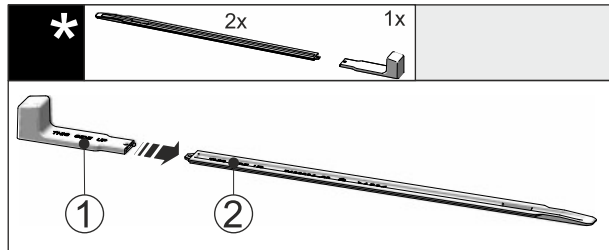

Fig. 45
- Įkiškite montavimo rankeną Fig. 45 (1) į išlyginamąjį bėgelį Fig. 45 (2).